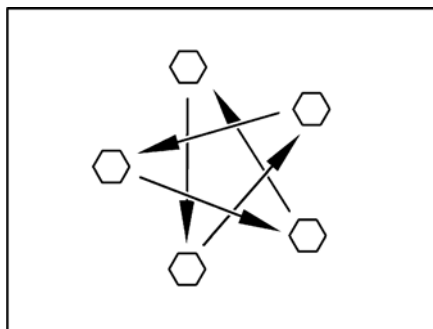

Fig. 370 Serrer en croix les écrous ou les boulons de roue
- Vérifier régulièrement le serrage des écrous ou des boulons de roues. Resserrer alternativement et en croix (Fig. 370) tous les écrous ou les boulons de roue 50 km après le changement d'une roue.
- ▷ Serrer en croix les écrous ou les boulons de roue (Fig. 370).